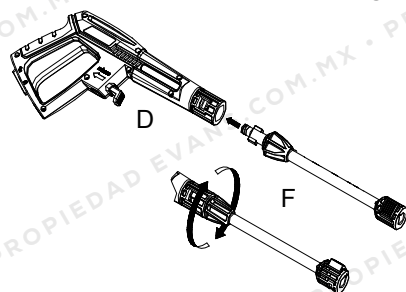

Fig. 1
A Inserte la varilla de extensión (F) en la pistola (D). Empuje y gire la varilla de extensión (F) en sentido horario sobre la pistola (D) hasta que esté apretada a mano para bloquearla en su lugar. Cuando las piezas estén unidas correctamente, no podrá separar los dos componentes tirando recto hacia afuera de la pistola (D). Inserte la boquilla de detergente de la misma manera, dependiendo de qué accesorio sea más adecuado para la superficie que está limpiando. Solo se puede insertar un accesorio en la pistola a la vez. Todos los accesorios deben insertarse en la pistola para un uso adecuado. (Fig.1)